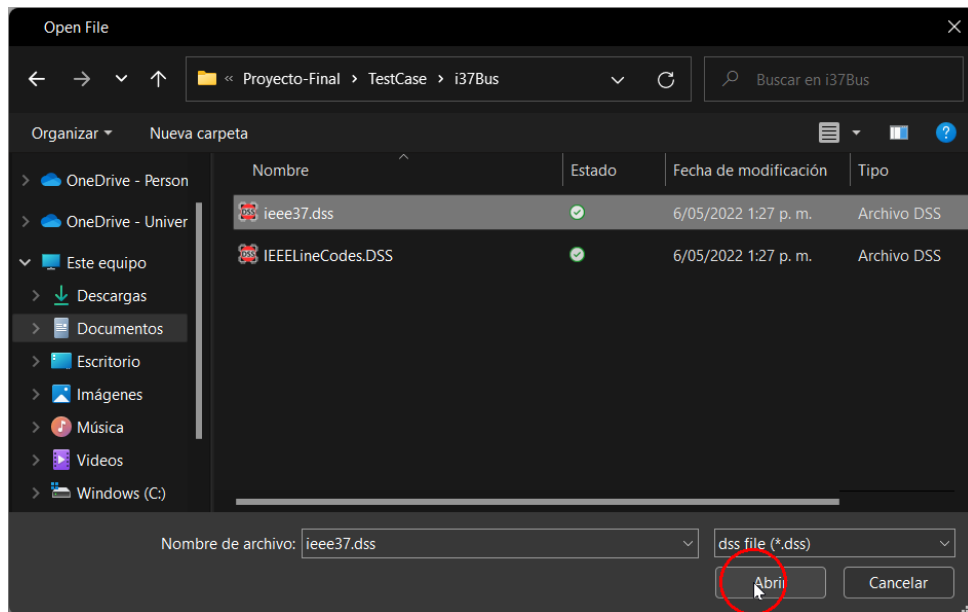

Figura 49: Selección de archivo.
2. Luego, se selecciona el archivo del circuito a modelar y se presiona **Abrir** como se muestra en la figura 49.